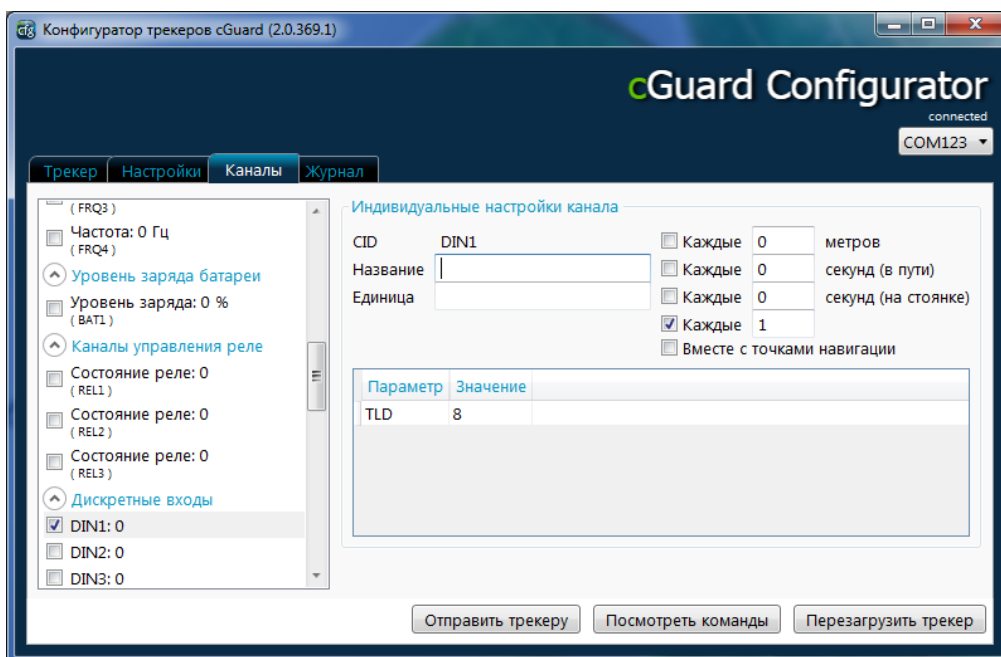

Рис.7.Настройка канала DIN в конфигураторе
- Канал DIN сигнализирует о том, что напряжение на входе превысило порог, заданный в параметре канала TLD (см. рис. 7). Если напряжение выше этого порога, канал отображает значение 1, если напряжение ниже – 0.
Для работы с такими датчиками в конфигураторе настраивается канал DIN с порядковым номером, соответствующим номеру используемого входа (см. рис.7).
Для определения наличия/отсутствия зажигания предпочтительно использовать канал DIN со значением его параметра TLD (порога) равным 8 (см. рис. 7). Однако возможно использование канала AIN, но при этом необходима настройка порога виртуального датчика зажигания в мониторинговой системе.